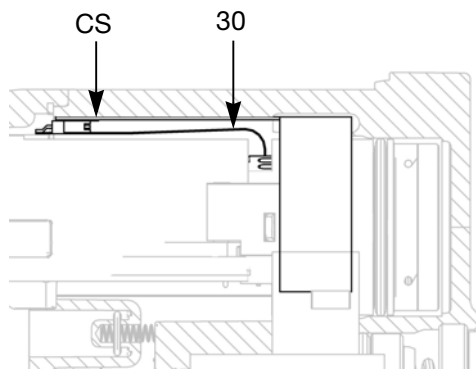

ABB. 28. Elastische Schaltung anschließen
- Die Hochspannungserzeuger-/Turbineneinheit in das Pistolengehäuse (10) stecken. Sicherstellen, dass die Massebänder (EE) das Pistolengehäuse berühren.
Nur bei Smart-Modellen: Den Stecker der 6-poligen elastischen Schaltung (30) mit der Buchse (CS) oben am Pistolenkörper ausrichten. Siehe ABB. 28.